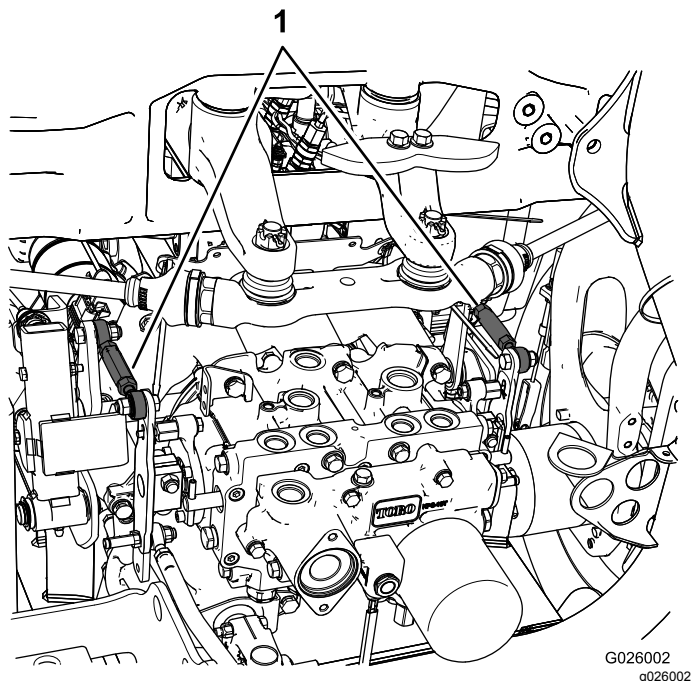

Рисунок 50
- Если вращается левое колесо, отпустите зажимную гайку на левой тяге управления трансмиссией (Рисунок 50).